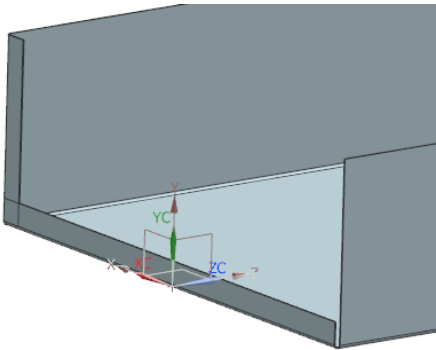

图 6-66 创建弯边特征
- (5) 在“弯边”对话框中，单击 **应用** 按钮，创建弯边特征，如图 6-66 所示。